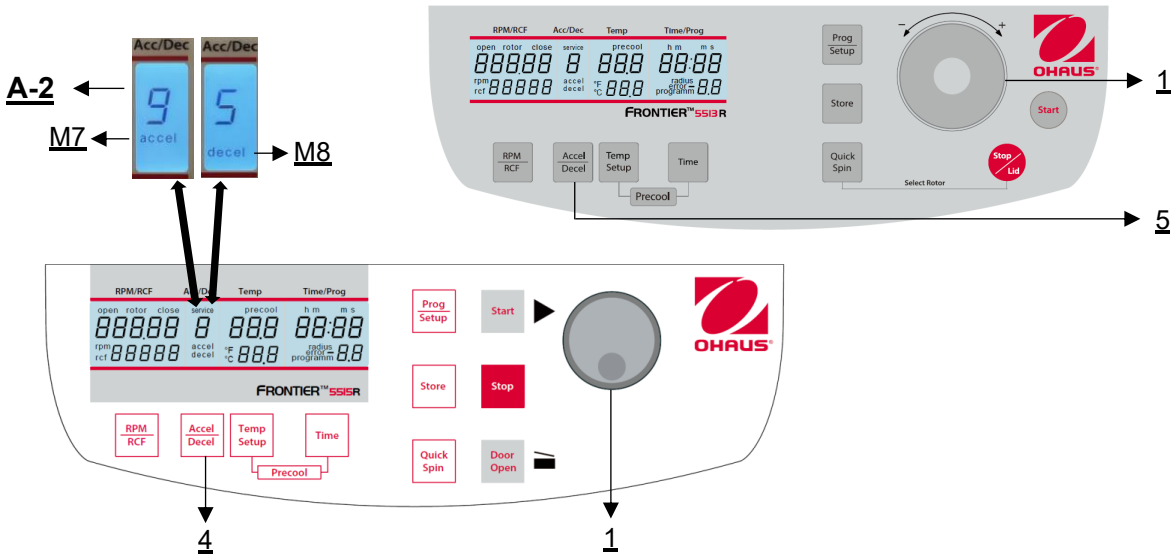

Figura 14
Esta función se activa mediante la tecla "**Acelerar/Decelerar**" (4) (véase la figura 14).